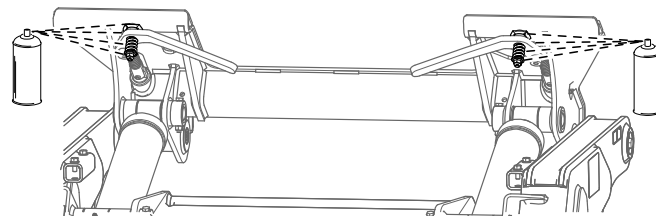

Figure 47
7. Graissez les tringleries d'attache rapide avec un lubrifiant en aérosol (Figure 47).